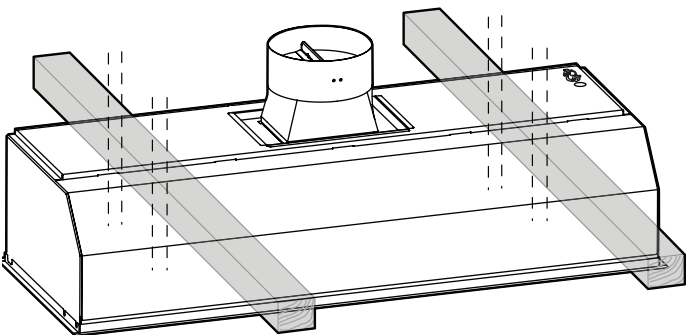

Figura 11: Tornillos laterales
- c) Sujete las partes laterales del marco del armazón con seis (6) tornillos de montaje de 1 pulg. (25,4 mm) como se muestra en la Figura 11.